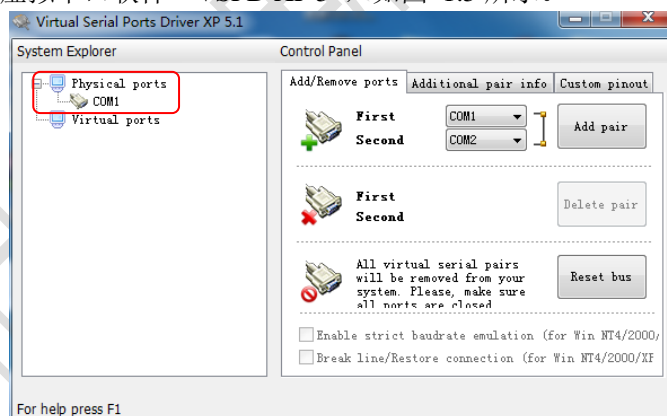

图 1.5 打开 VSPD 软件
1. 打开桌面虚拟串口软件“VSPD XP 5”，如图 1.5 所示。